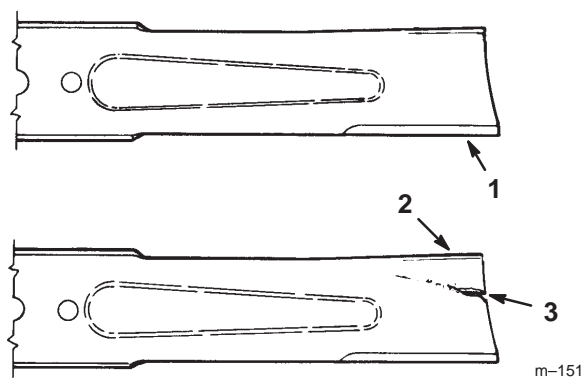

Figure 33
1. Inspectez les tranchants des lames (Fig. 33). Si elles ne sont pas tranchantes ou si elles présentent des indentations, déposez et aiguissez les lames (voir Aiguisage des lames, page 35).
2. Inspectez les lames, surtout la partie incurvée (Fig. 33). Remplacez immédiatement toute lame endommagée, usée ou qui présente une entaille (repère 3 de la Fig. 33).